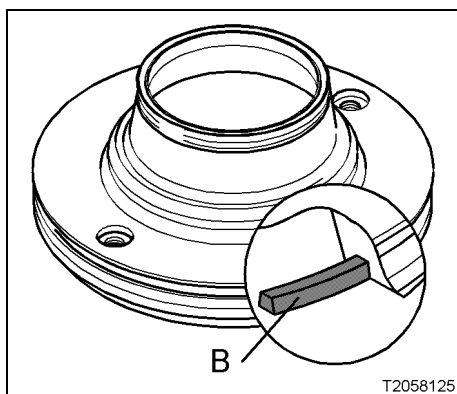

Fig. 239
- the polyamide gasket B of the bowl top (Fig. 239).